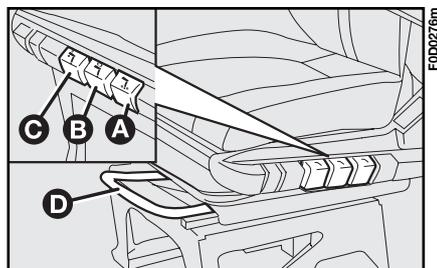

fig. 56
Agir sur le bouton **A-fig. 56**.
- tourner le siège en intervenant sur le bouton **B-fig. 56**.
Agir sur le bouton **C-fig. 56** pour soulever/baisser le siège.
Soulever le levier **D-fig. 56** et pousser le siège en avant ou en arrière.